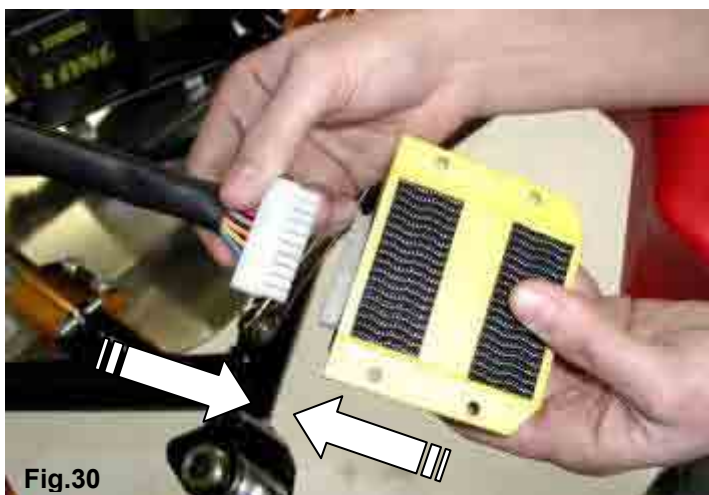

Fig.30
**2.9.10** CONNECT THE ELECTRONIC BOX TO THE 20 POLE CONNECTOR ON THE HARNESS (SEE FIG.30).